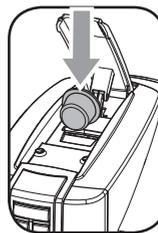

Рис.2
- 3- Вставить капсулу, как показано на рисунке (рис.2).